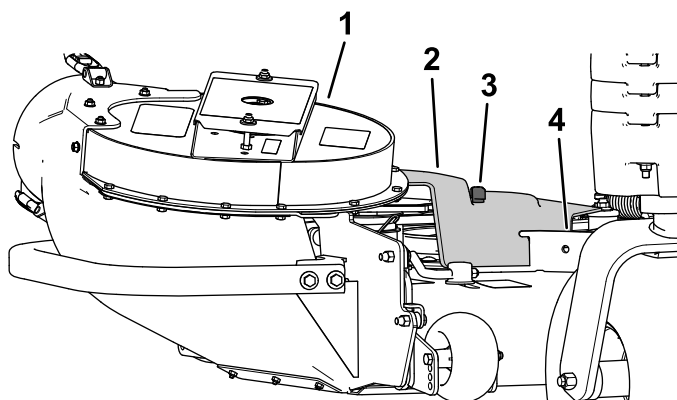

Figure 9
6. Tout en faisant reposer le couvercle de courroie sur le tablier, poussez-le vers l'avant jusqu'à ce qu'il s'engage sous les deux bords du tablier (Figure 9).
7. Fixez le couvercle de la courroie avec le bouton (Figure 9).